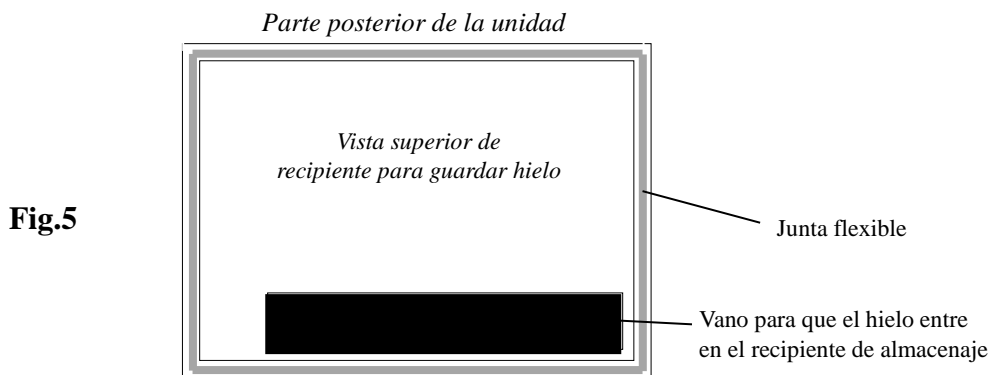

Fig.5
2. Colocar la junta sobre la parte superior del recipiente de almacenaje. Asegurar que la junta está bien colocada en su lugar, en la ranura de la parte superior del recipiente de almacenaje. (Fig.5).